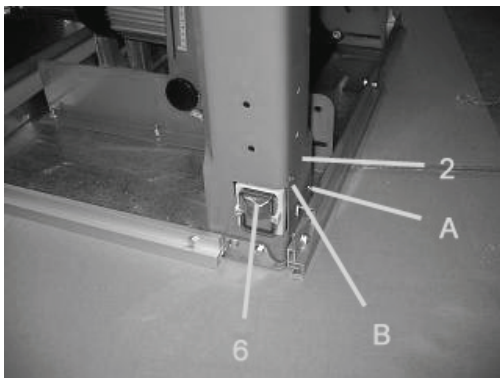

Abb. 2
- Montieren Sie Teil 6 mit zwei ST4.2x13 Führungsschrauben auf Teil 2 (siehe Abb. 2).